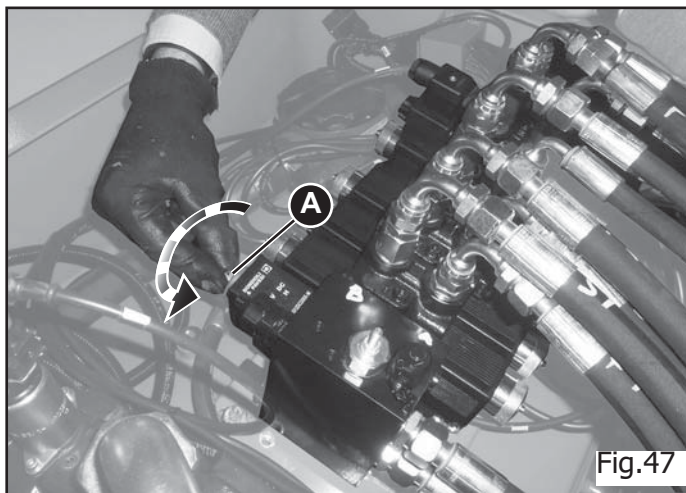

Fig.47
- 7) Avvitare il nottolino dell'elettrovalvola (A Fig.47) posta in ingresso al distributore che bypassa la portata di ingresso al distributore (al fine di avere una portata costante a quest'ultimo);